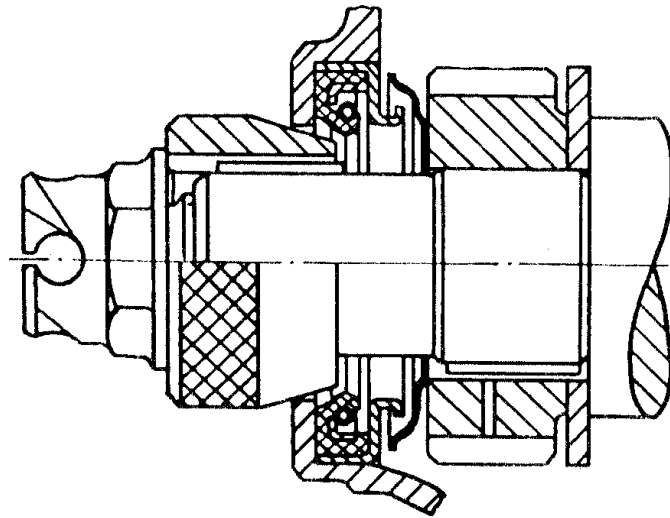

Рис.76. Центрирование переднего сальника коленчатого вала с помощью приспособления 5-У-27685
22. Надеть крышку распределительных шестерен на шпильки ее крепления, предварительно надев на них прокладку крышки. Крышка должна быть отцентрирована по переднему концу коленчатого вала при помощи специальной конусной оправки (рис.76). Надеть на передний конец коленчатого вала оправку, поджать крышку распределительных шестерен к блоку цилиндров при помощи храповика, предварительно застопорив коленчатый вал от проворачивания, и затянуть гайки крышки.